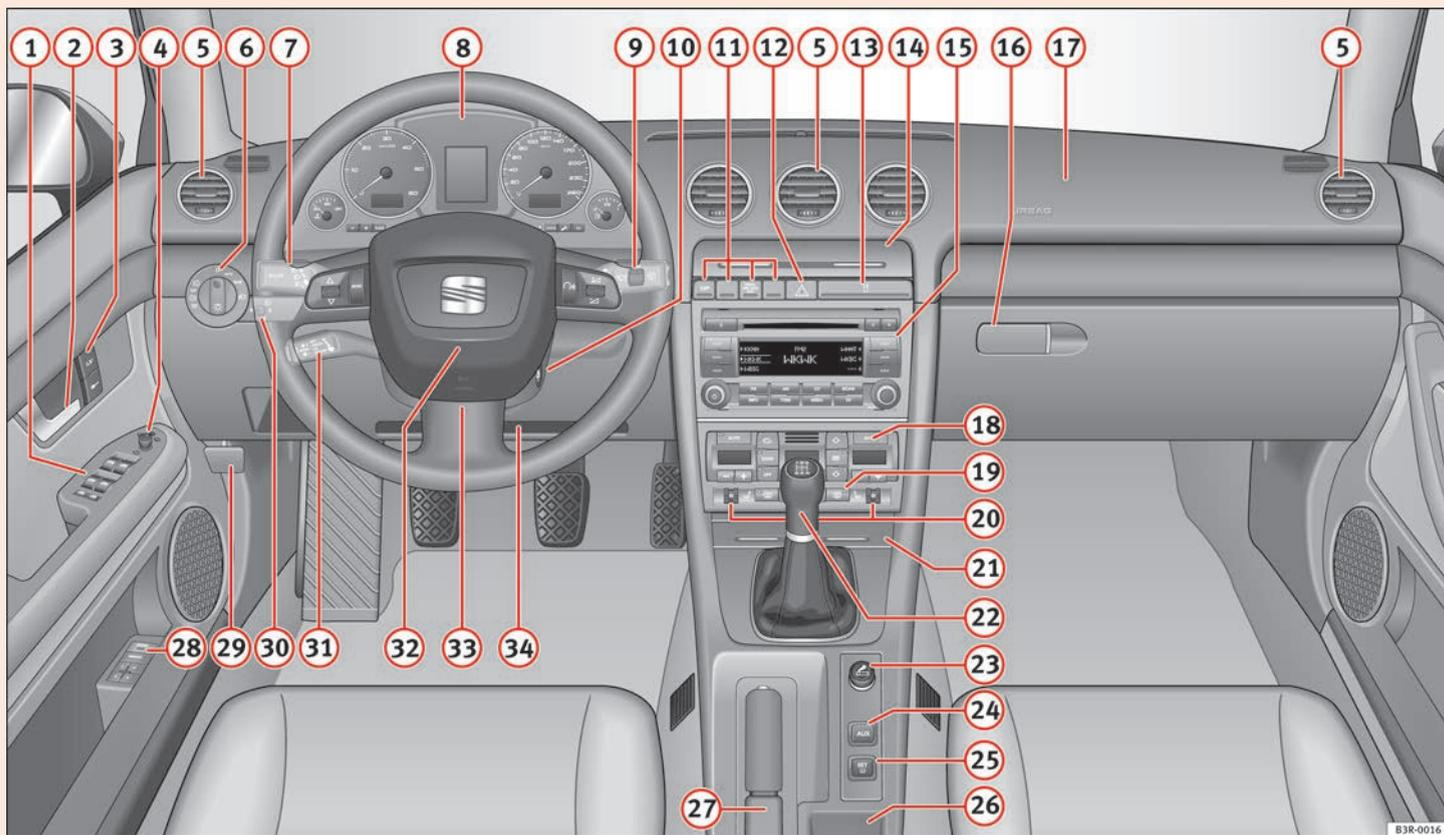

Fig. 36 Quelques-uns des équipements mentionnés ici ne s'appartiennent qu'à certaines versions de modèles ou sont des options.
- Sur les véhicules avec direction à droite*, la disposition des éléments de commande diffère légèrement de la disposition présentée ⇒ page 60, fig. 36. Toutefois, les symboles des commandes sont les mêmes. ■